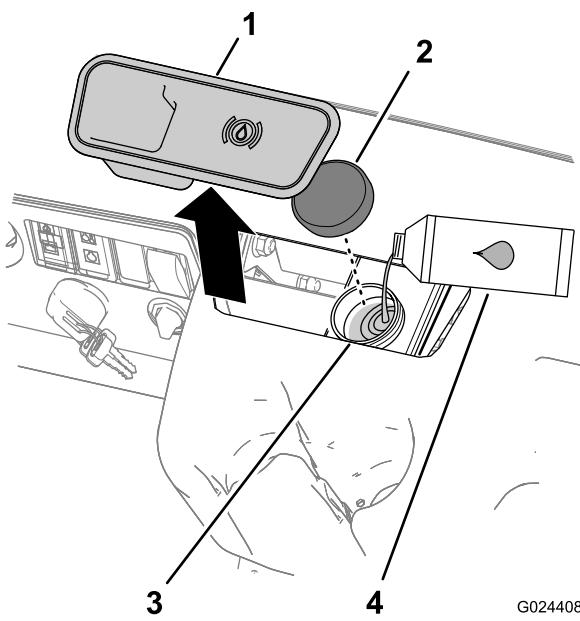

Рисунок 14
2. Снимите резиновую заглушку в центре и в верхней части приборной панели, чтобы получить доступ к главному тормозному цилиндру и бачку (Рисунок 14).
- A. Очистите область вокруг крышки бачка и снимите крышку (Рисунок 14).
- C. Установите на место крышку бака (Рисунок 14).